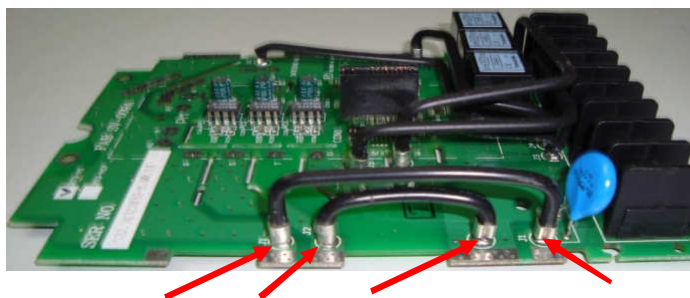

Рис.7.4.
- 7.2.1. Взять новую драйверную плату. Срезать две перемычки J1-J1 и J2-J2 (рис.7.4) Места среза обозначены стрелками.